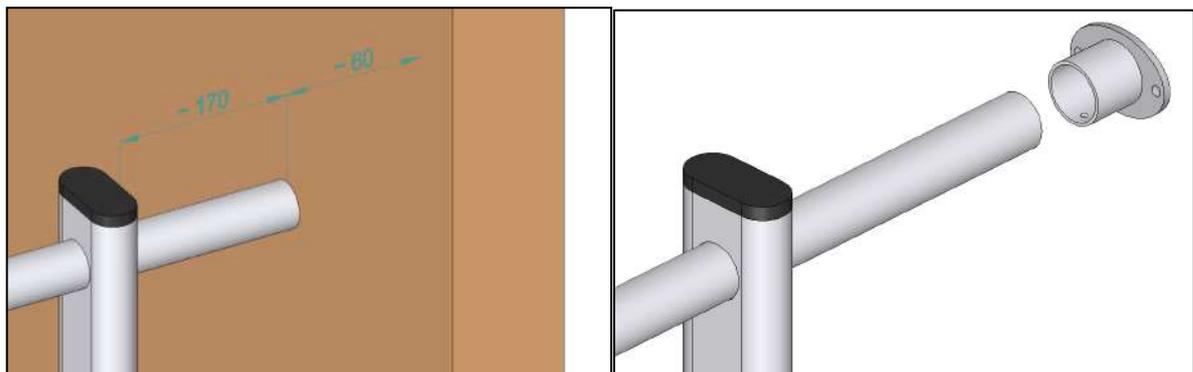

Fig. 23 – Posicionamiento de la extremidad del barandal respecto a la pared lateral.
3. Atornillar n°1 tornillo autorroscante V1 (4,8x19) en la parte inferior del terminal (*fig. 23*);